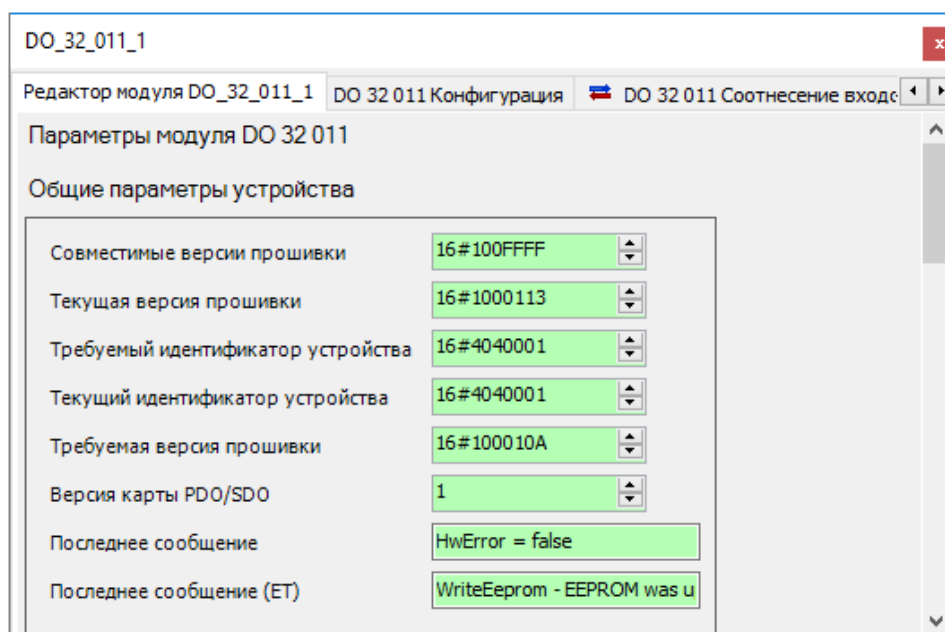

Рисунок 121. Информация о модуле
- установите соединение с контроллером, выполните логин, затем старт проекта. Откройте редактор модуля ввода/вывода. В блоке **Общие параметры устройства** в поле **Текущая версия прошивки** отображается текущая версия ПО модуля (Рисунок 121). Выпишите этот номер для себя (если номер отображается в шестнадцатеричной системе, то переведите его в десятичную. Так, запись 16#1000113 означает, что номер версии ПО 1.0.1.19). Аналогично выпишите для себя значение поля **Требуемая версия прошивки**. Закройте редактор модуля.